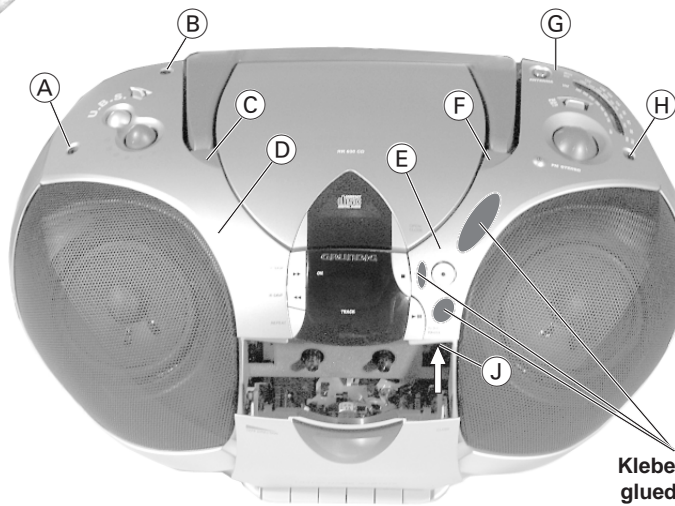

Fig. 1
- Deckel (F) abnehmen und darunter liegende Schraube entfernen (Fig. 1).
- Schraube (H) und (B) herausdrehen (Fig. 1).
- Abdeckung (E) (Fig. 1) abnehmen:
- Remove cover (F) and undo the screw below it (Fig. 1).
- Undo screw (H) and (B) (Fig. 1).
- Remove cover (E) (Fig. 1):
- Deckel © abnehmen und darunter liegende Schraube entfernen (Fig. 1).
- Schraube (A) und (B) herausdrehen (Fig. 1).
- Abdeckung (D) (Fig. 1) lösen genauso wie unter Pkt. 1 Teil (E).
- Remove cover © and undo the screw below it (Fig. 1).
- Undo screw (A) and (B) (Fig. 1).
- Remove cover (D) (Fig. 1) like cover (E) as described under point 1.